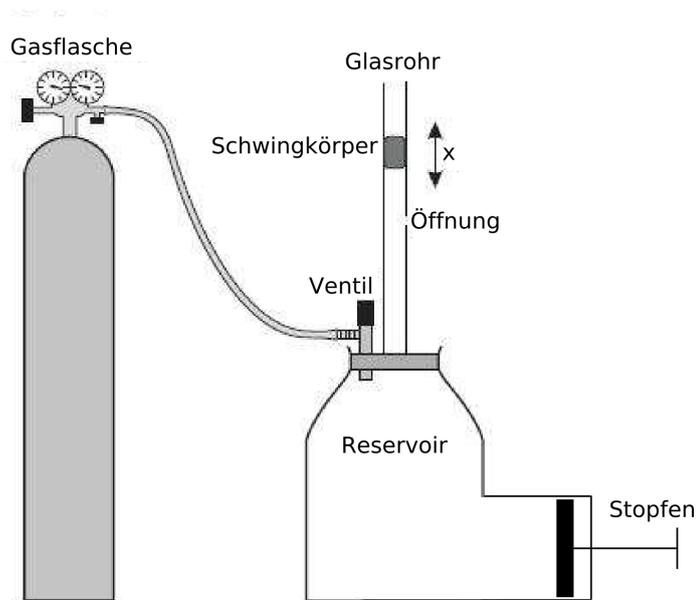

Abbildung 2: Die Abbildung zeigt den Versuchsaufbau der dynamischen Methode nach Rüchardt.
| 3.2 Messung des Adiabatexponenten nach Rüchardt (siehe Abb. 2) | 3 |
3.2 Messung des Adiabatexponenten nach Rüchardt (siehe Abb. 2)